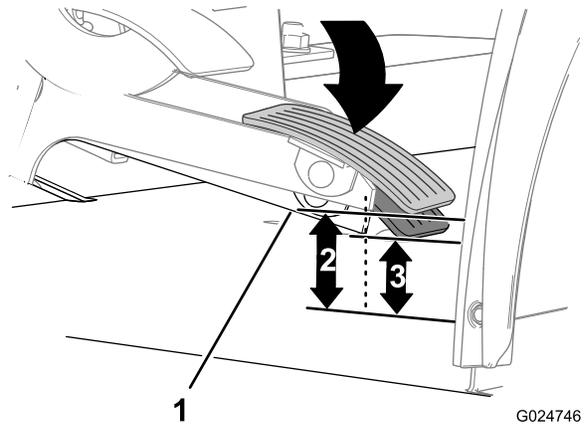

Figure 88
1. Lorsque la pédale d'accélérateur est relâchée, mesurez la distance qui sépare le coin inférieur arrière du bras de la pédale et le plancher (Figure 88).
2. Abaissez lentement la pédale d'accélérateur jusqu'à ce qu'il n'y ait plus de jeu entre la pédale et le câble d'accélérateur (Figure 88).
3. Tout en maintenant la pédale d'accélérateur en position pour supprimer le jeu, mesurez la distance entre le coin inférieur arrière du bras de la pédale et le plancher (Figure 88).